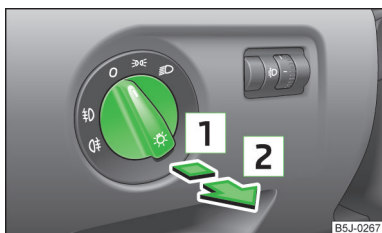

Fig. 26
- Faites d'abord tourner le commutateur des feux » fig. 26 sur la position  ou .
- Faites d'abord tourner le commutateur des feux » fig. 26 à la page 47 sur la position  ou .